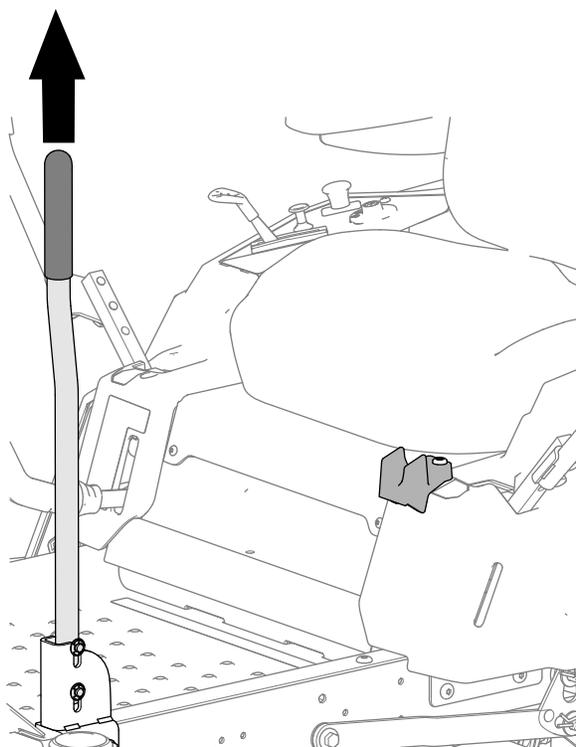

Figura 19
1. Sollevate la maniglia per trazione assistita come mostrato nella Figura 19.